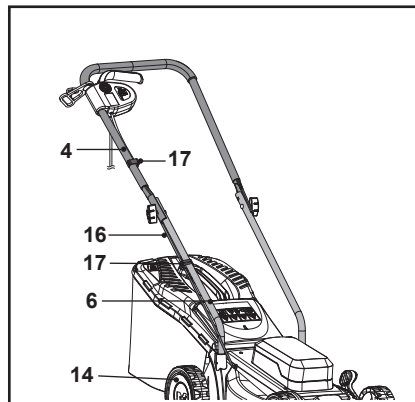

Fig. 5
7. Fixer le cordon de commande (16) de sorte que les deux clips pour cordon (17) se trouvent sur le côté droit du guidon supérieur (4) et du guidon inférieur (6) (vu de la position de l'opérateur) (Fig. 5).
8. Vérifier l'état du cordon de commande (16) et le maintenir à l'écart de la roue arrière (14).